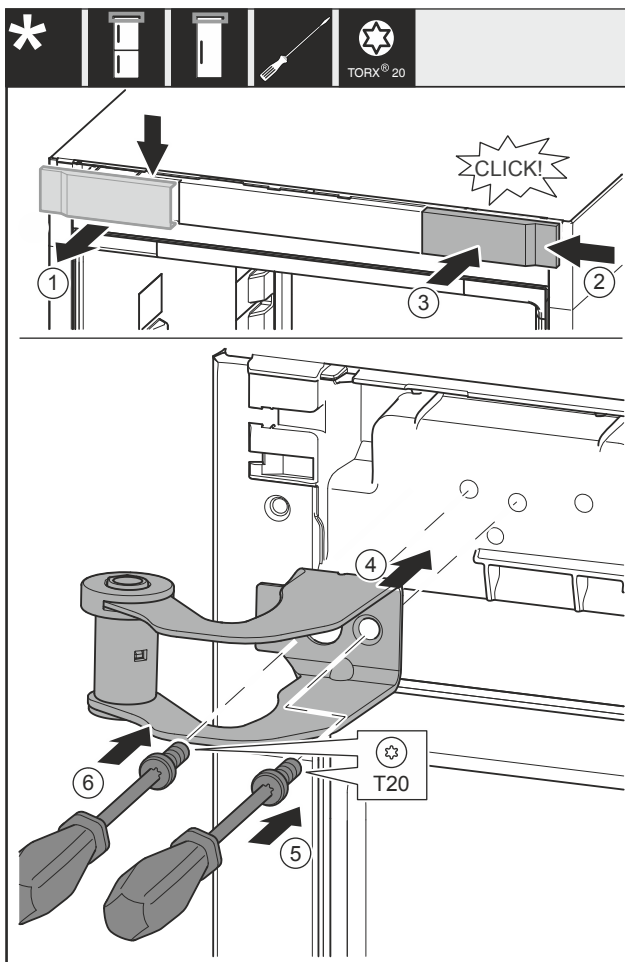

Fig. 17
- Hiqni kapakun mbulues Fig. 17 (1) nga lart duke e tërhequr përpara.
- Futni kapakun mbulues Fig. 17 (2) të rrotulluar me 180°, në anën tjetër nga e djathta.
- Mbërtheni kapakun mbulues Fig. 17 (3).
- Vendosni bazamentin e sipërm mbështetës Fig. 17 (4).
- Vidhosni vidën Fig. 17 (5).
- Vidhosni vidën Fig. 17 (6).